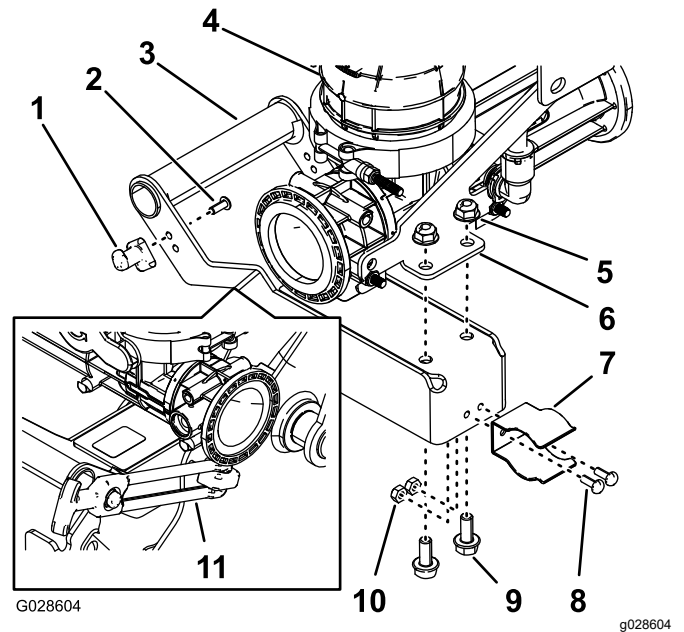

Figura 22
- Monte el espárrago del cierre en la manija del eyector (Figura 22) usando dos tornillos allen (N.º 10-24 x ½").
- Instale el clip de resorte en el cierre (Figura 22) con los 2 pernos (N.º 10-24 x ½") y 2 contratuercas (N.º 10-24).
- Instale la manija en la chapa de montaje del eyector (Figura 22) con dos pernos con arandela prensada (5/16" x ¾") y contratuercas con arandela prensada (5/16").